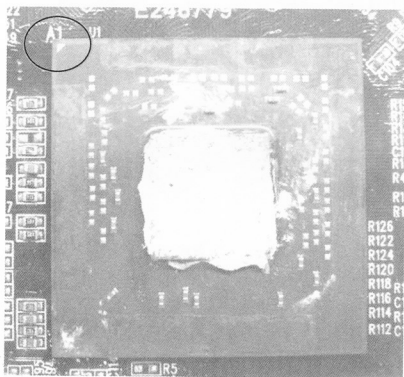

图 4-44 对准位置
(10) GPU 四周对齐丝印, 注意第一脚标志为如图 4-44 所示圆圈所示位置。